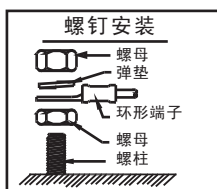

Figure 1
3. 依据图1安装螺母，小心不要用太大的力拧最下面的螺母，安装螺母造成的损坏和错误的电线连接不包括在质保范围内。（在螺柱上安装连接端子时，最好用2把扳手上下固定螺母，切勿用力过大，造成将螺柱拔出。）